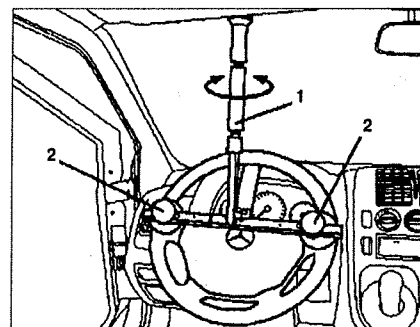

Рис. 7.23. Установите колеса для прямолинейного движения и установите фиксатор 1.
1. Установите колеса для прямолинейного движения и установите фиксатор 1 (см.рис.7.23).